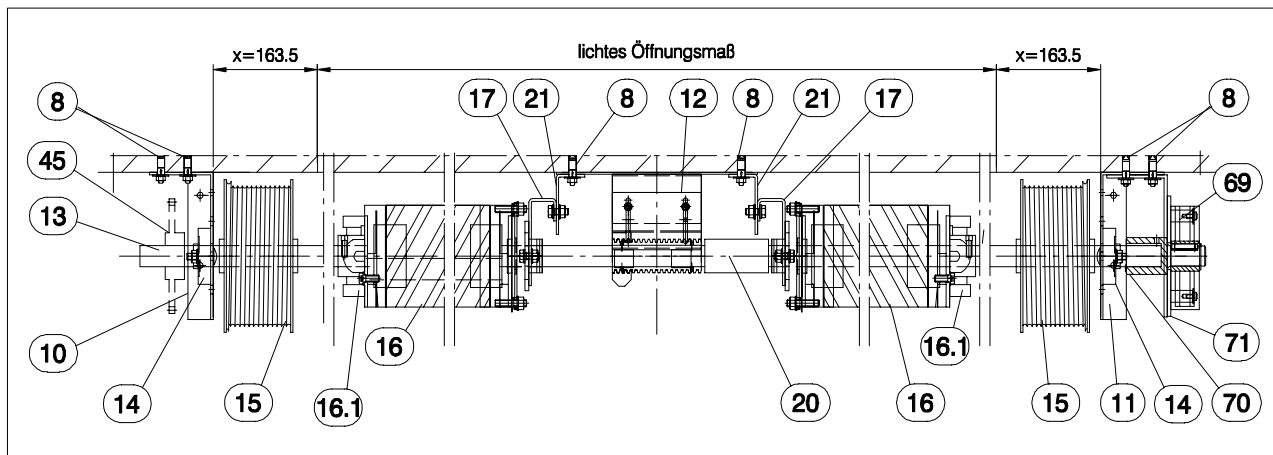

Abb. 5
- Position der äußeren Lagerkonsolen (10 u. 11) am Sturz festlegen und markieren (s. Abb. 5)
- Position der äußeren Lagerkonsolen (10 u. 11) an der Decke festlegen und markieren (s. Abb. 5 u. 7).
- Äußere Lagerkonsolen (10 u. 11) durch das vorgegebene Lochbild mittels Schwerlastanker FH 12/10 B (8) mit der Decke verdübeln (s. Abb. 5 u. 7).
- Durch Spannen einer Schnur über die beiden äußeren Lagerkonsolen (10 u. 11), die Position der Endschalterkonsole (12) und der evtl. inneren Lagerkonsolen ermitteln.
- Endschalterkonsole (12) anhand Schnurschlag ausrichten und durch das vorgegebene Lochbild mittels Schwerlastanker FH 12/10 B (8) mit der Wand verdübeln (s. Abb. 5).
- Linke Hälfte (Feder ist gekennzeichnet) der vormontierten Antriebswelle (13) (Lager (14) Seiltrommel (15), evtl. innere Lagerkonsole , Torsionsfeder (16), Federbruchsicherung (17), Trapezgewindespindel (18), Mitnehmermutter (19) und Wellenkupplung (20)) nach oben bringen (s. Abb. 5 u. 9).
- Endschalterkonsole (12) anhand Schnurschlag ausrichten und durch das vorgegebene Lochbild mittels Schwerlastanker FH 12/10 B (8) mit der Decke verdübeln (s. Abb. 5).
- Linke Hälfte (Feder ist gekennzeichnet) der vormontierten Antriebswelle (13) (Lager (14) Seiltrommel (15), evtl. innere Lagerkonsole, Torsionsfeder (16), Federbruchsicherung (17), Trapezgewindespindel (18), Mitnehmermutter (19) und Wellenkupplung (20) nach oben bringen (s. Abb. 5 u. 9).